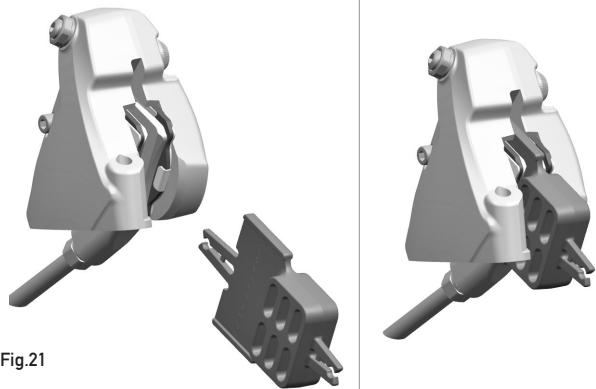

Fig.21
- Caso seja necessário remover as rodas da bicicleta, certifique-se de que inseriu a ferramenta de transporte (Fig. 21) que impede que as pastilhas de travão se juntem se o manete de travão estiver engatado accidentalmente, impossibilitando a inserção do disco.